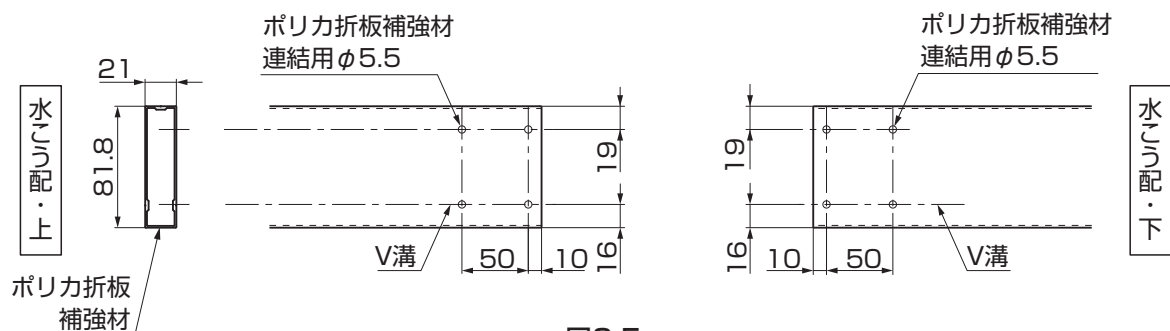

図3-5
- ①ポリカ折板補強材の連結部にポリカ折板補強材連結用の穴加工をしてください。(図 3-5 参照)